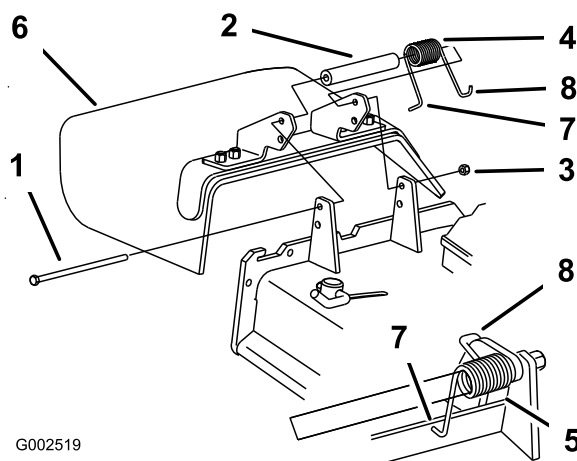

Figura 15
1. Retire el conducto de descarga lateral de la carcasa de corte (Figura 15).